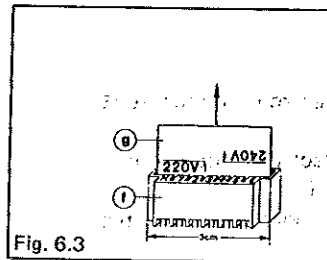

Fig. 6.3
- Retirer la plaquette à circuit imprimé ③ du coupleur de fiches bleu ④ (sur le transformateur) (Fig. 6.3).